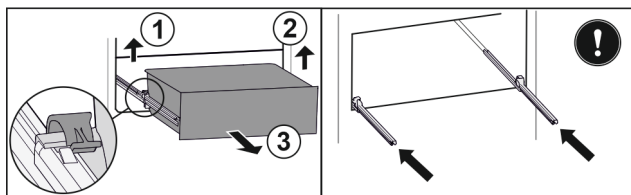

Fig. 152
- Zvedněte levou svorku a současně vytáhněte zásuvku vlevo dopředu. Fig. 152 (1)
- Zvedněte pravou svorku a současně vytáhněte zásuvku vpravo dopředu. Fig. 152 (2)
- Vyjměte zásuvku dopředu. Fig. 152 (3)